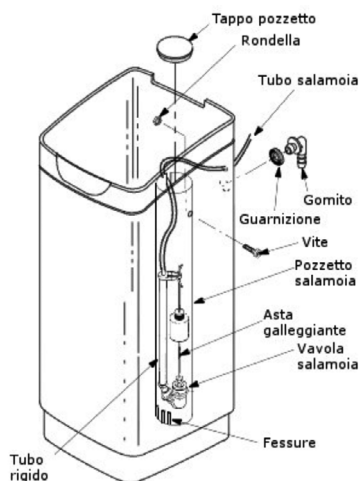

Figura 2 - Assemblaggio pozzetto salamoia
1. Posizionare il pozzetto salamoia. Facendo riferimento alla Figura 2, individuare le fessure in fondo al pozzetto salamoia e posizionarle, verso la parete del serbatoio, quindi utilizzare la vite e la rondella (nel sacchetto delle parti) per fissare il pozzetto al suo posto.